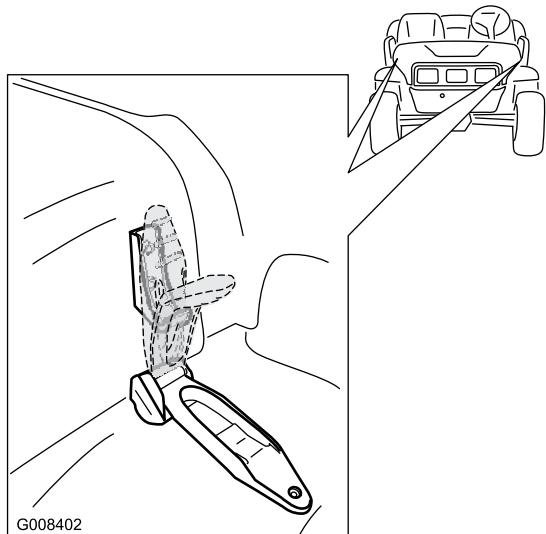

Figura 27
2. Segure no capot alinhando os trincos de borracha com as âncoras do trinco em cada lado do capot (Figura 27).